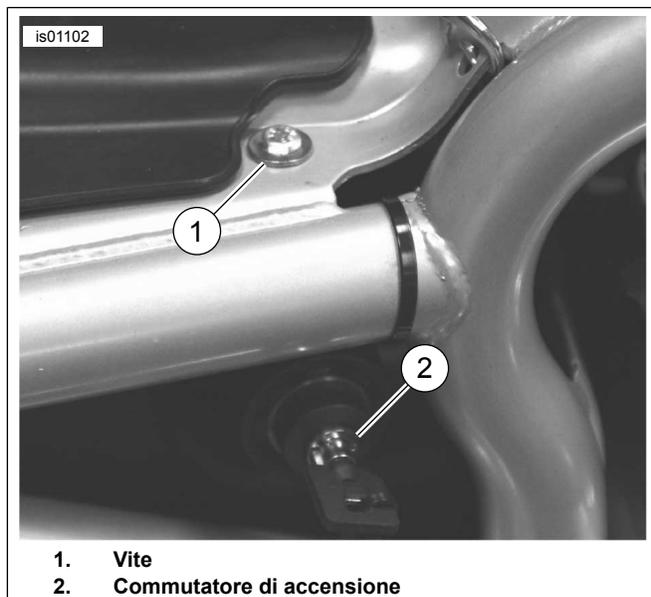

Figura 6. Collegamento di terra (modelli V-Rod 2006 ed anni precedenti)
1. Vedere Figura 6. Rimuovere la vite (1, sotto la sella) che fissa il commutatore di accensione (2) al lato destro del telaio.